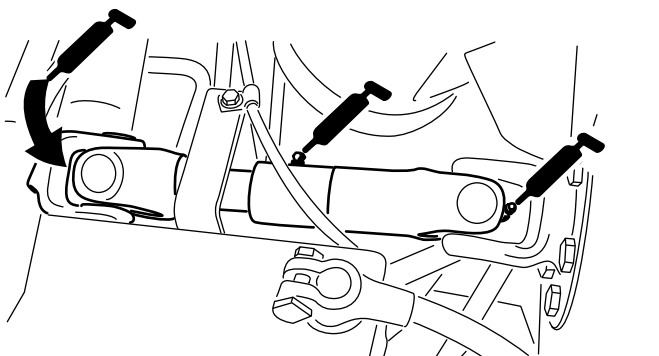

Figura 66
- Articulação do direção do eixo (3) (Figura 66)